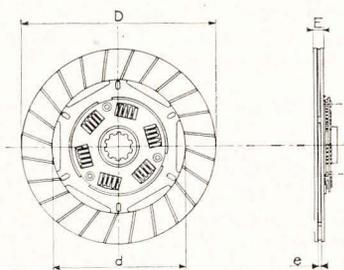
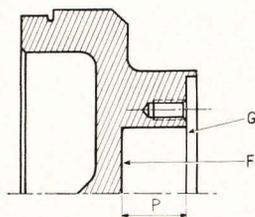

Fig. E 1. — $D = 215 \text{ mm}$ - $d = 145 \text{ mm}$,
Fig. E 3.
Lorsqu'il y a eu patinage prolongé du disque d'embrayage et usure des garnitures (fig. E 1 et E 2), le fond (F) du volant peut être rayé (voir fig. E 3).